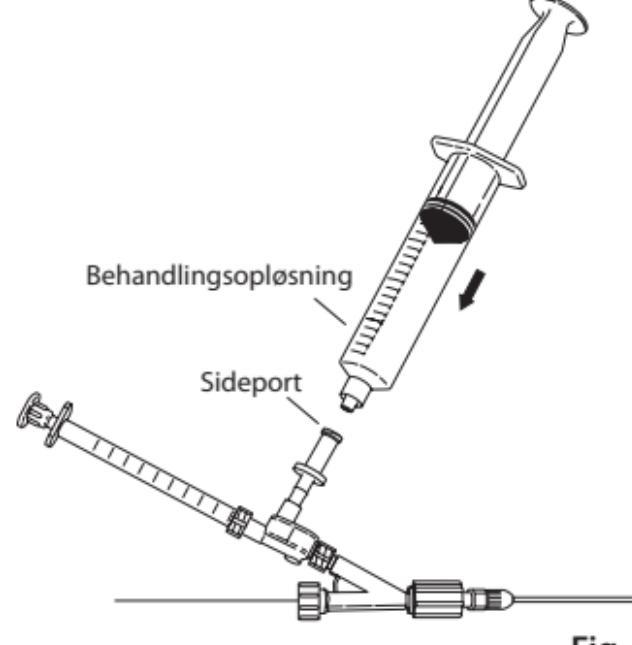

Fig. 7
9. Start proceduren for den ønskede administration af behandlingsoplösning ved at fjerne 20 mL sprøjten med den hepariniserede saltvandsoplösning og lad en opløsningsoverfladebue blive på sideport-fittingen. Sørg for at alle luftbobler er tømte, inden en anden væskefyldt sprøjté sættes på sideporten. Sæt på igen med en sprøjté fyldt med en behandlingsoplösning. (**Fig. 7**)